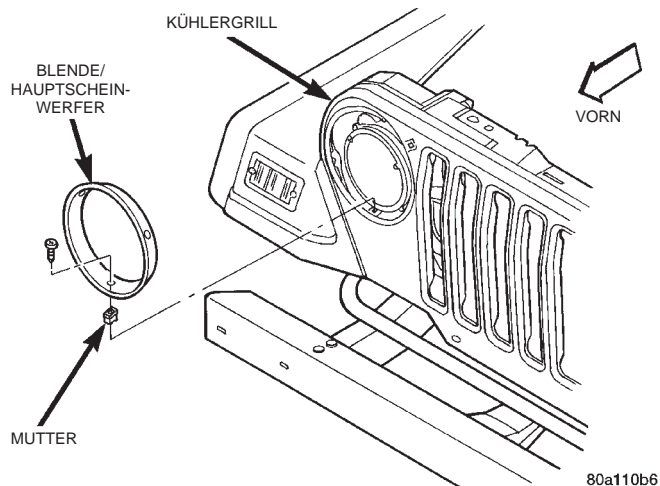

Abb. 1 Blende des Hauptscheinwerfers
(1) Die Schrauben lösen, mit denen die Blende des Hauptscheinwerfers befestigt ist (Abb. 1).